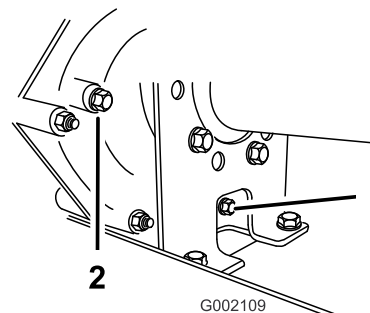
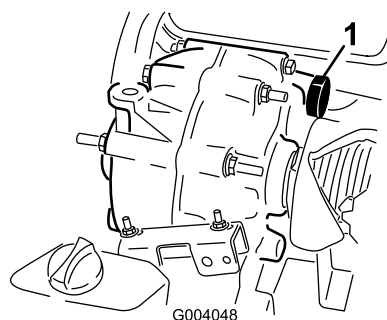

Figura 42
Figura 43
2. Rimuovete il tappo di spurgo dal lato destro del serbatoio (Figura 42) e lasciate defluire il fluido in una bacinella. Quando il fluido cessa di scorrere, montate il tappo e serratelo.
3. Riempite il serbatoio (Figura 43) con circa 1,4 litri di olio motore SAE 10W30, fin quando il livello dell'olio non raggiunge la parte inferiore del foro indicatore di livello (Figura 42).